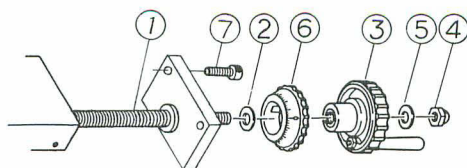

図2-6
カミソリの締め加減を調整するにはまず送りねじをハンドルごと抜き取り、アリ溝にそって並んでいる押しねじのナットをゆるめてねじを全部ゆるめて、1本ずつ調節し直します。押しねじを一杯にねじこみ、ほんのわずかに緩め、押しねじが回らぬよう押さえながらナットを締めます。滑り面のどの位置でもガタつかず、手で押して少し重く感じる程度で滑らかに動くよう根気よく調節します。順次2本目3本目を調節します。分解掃除した場合はカミソリを裏返しに挿入しないよう気をつけて組立てます。送りねじ軸受けが図2-6のような分離型の場合は、ハンドル③を仮組みして一杯にねじこんでからねじ⑦を締めますと、ねじの振れを最小に組立てることができます。
最近の製品はほとんど図2-6のような目盛リング⑥のついた複式ハンドルにな
っています。リングを回せばいつでも現在位置をゼロとして出発できますから、送り目盛数をいちいち計算しなくてもよいわけです。しかしリングが締め過ぎると重くて回らず、ゆる過ぎるとちょっと触れても回ってしまって目盛がズレて役に立たないので、適当な摩擦を持たせるためにバネまたはゴムリングを挟んだり、図2-6のようにプラスチック自身の弾力を利用したり、いろいろな構造があります。リング⑥を送りハンドル③にかぶせて、ワッシャ②⑤も忘れずにはめて、送りねじ①にねじこみ、止まるまでねじこんでから心持ち戻してナット④を締めます。この〈心持ち〉がかなり微妙です。1/4回転ぐらいの遊びは必要です。キリコやゴミが詰まって固くなることがありますから時々分解掃除をします。